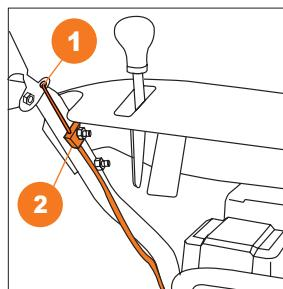

Рис. 10
- Зацепите левый тросик привода колес 1 к левой ручке на панели оператора (Рис. 10).
- Закрепите фиксатор рубашки троса 2 к верхнему болту крепления панели оператора (Рис. 10).